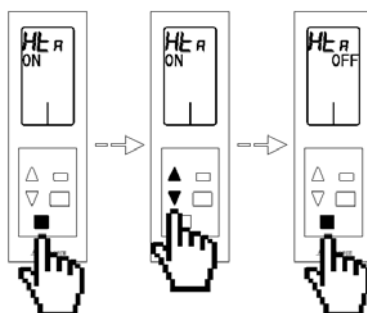

Fig. 112
- **Etapa de calor aire H_{EA}:** Este parámetro permite habilitar, **ON**, o deshabilitar, **OFF**, el Calor por aire H de la zona. Para su configuración, realice una pulsación sobre el botón de confirmación $\square$, el valor del menú se pondrá a parpadear, esto indica que estamos dentro del menú. Utilice las flechas Δ ∇ para seleccionar la opción deseada y pulse el botón de confirmación $\square$. Si desea salir del menú pulse el botón salir $\square$ para volver al menú anterior. (Fig. 112)